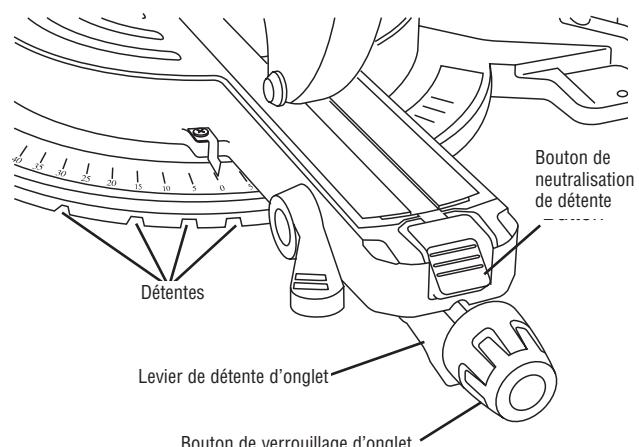

Figure 41. Neutralisation de détente
- Tirez sur le levier de détente d'onglet et maintenez-le dans cette position – le levier est situé sous le bras avant de la plaque tournante (voir Figure 41).
- Appuyez sur la moitié supérieure du bouton de neutralisation de détente puis relâchez votre prise du levier de détente. Le bouton de neutralisation restera dans la position abaissée (DOWN) (voir Figure 41).